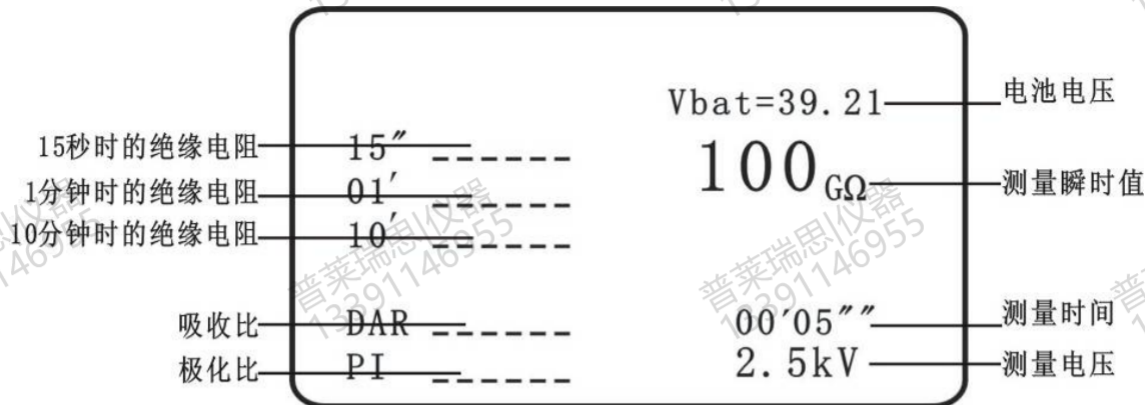

图 8 测量结果
(2) 如果想开始加压测量试验，在图 4 开机画面中，选中 测量 图标，按【确定】键并保持 1 秒以上，进入测量画面，显示测量画面，最后形成图 8 测量结果画面。